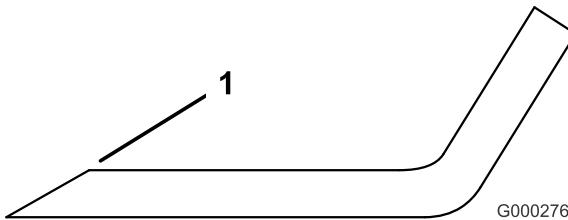

Figura 99
1. Utilice una lima para afilar el filo de corte en ambos extremos de la cuchilla (Figura 99). Mantenga el ángulo original. La cuchilla permanece equilibrada si se retira la misma cantidad de material de ambos bordes de corte.